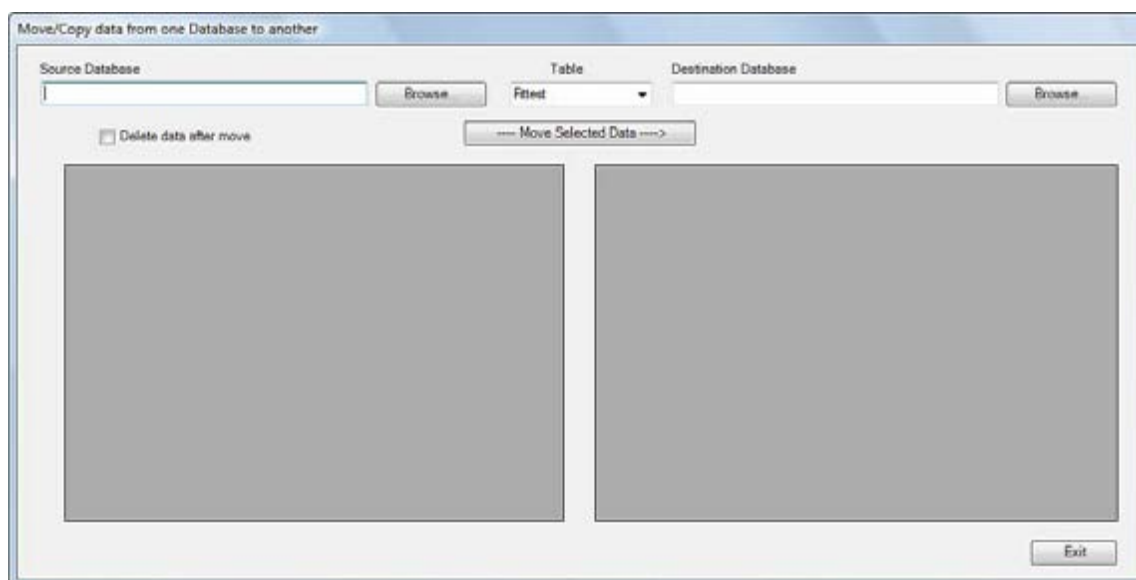

Ilustración 32. Cuadro de diálogo Move/Copy Data (Mover o copiar datos)
1. Seleccione **D**atabase | **U**tilities | **M**ove/Copy Data (Base de datos | Utilidades | Mover o copiar datos). Aparecerá el cuadro de diálogo para mover o copiar datos (Ilustración 32).